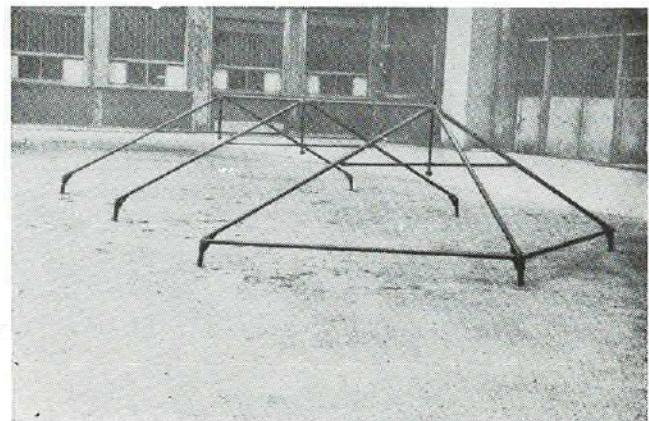

Fig. 6 - Montage des fermes à terre
- Dresser les deux autres fermes, les aligner sur la première et relier les trois par deux faîtières de toit extérieur (Fig. 6).